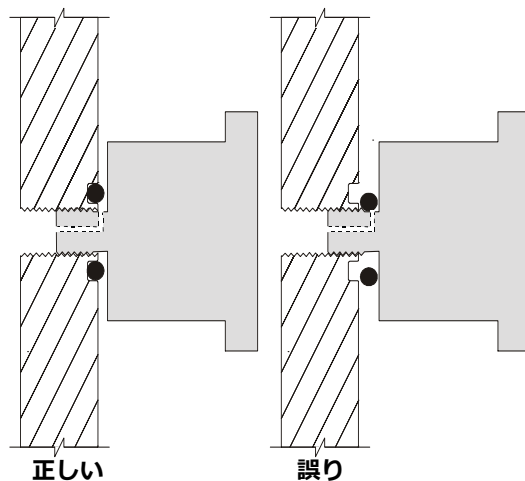

図 14 MS ベントバルブつまみ
- 9 ベントバルブつまみ (図 14) を 3/4 回転だけ、あるいは空気がアナライザ内に流入するシューという音が聞こえるまで、反時計回りに回してください。